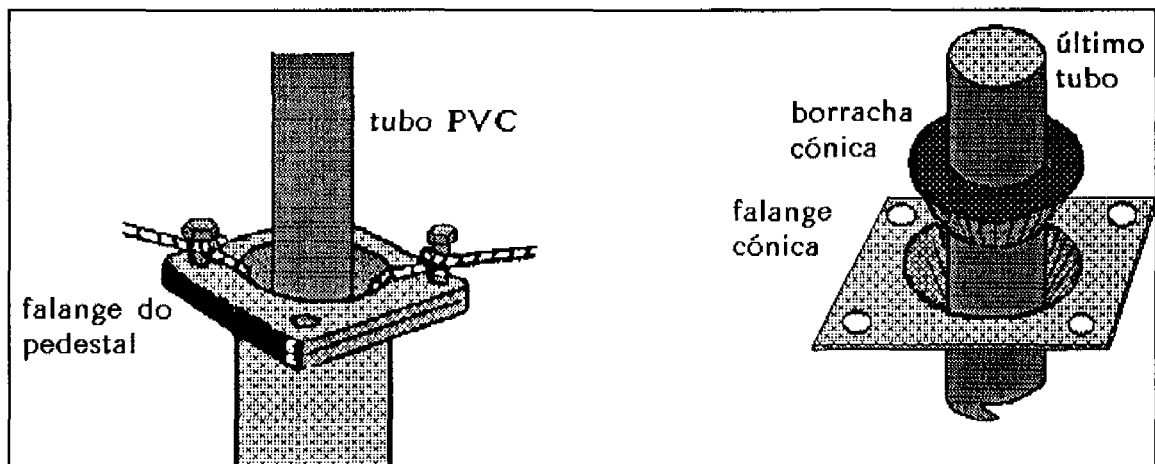

Figura 6
14. Amarre os 2 lados da corda aos parafusos da flange do corpo da bomba, para segurar a tubagem enquanto continua a ligar o tubo a seguir, até o último, deixando cada junta secar durante 5 minutos. Veja figura 6
15. Coloque o cone metálico e o cone de borracha no extremo liso do último tubo com as partes planas para cima. Veja figura 6.